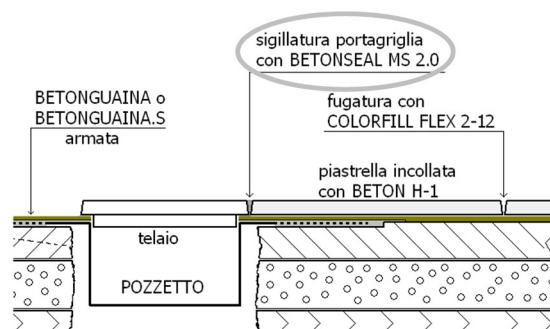

Fig. 8: sigillatura della fuga tra telaio portagriglia e piastrelle con BETONSEAL MS 2.0
- al termine delle operazioni di fugatura e dopo la completa asciugatura della superficie, realizzare la sigillatura del giunto telaio-piastrella con BETONSEAL MS 2.0 (vedi Fig. 8);